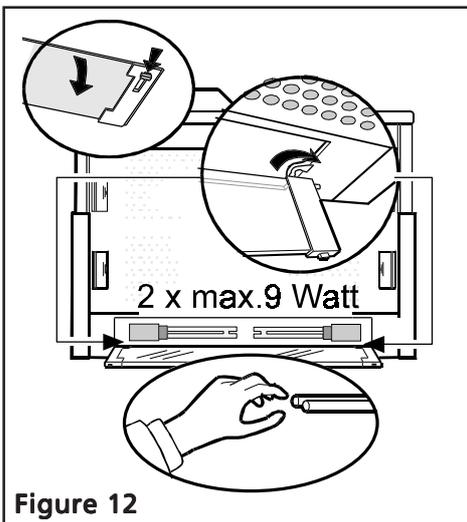

Figure 12
- Remove the light shield **Q** by pushing simultaneously the two unlocking buttons **R** (Figure 12); for safety reasons make sure to remove the light shield from its suspension slides **G**.
- Retirer le plafonnier Q, en appuyant simultanément sur les deux poussoirs de déblocage R (Figure 12). Pour des raisons de sécurité, il est opportun de sortir le plafonnier à travers les guides de suspension G.